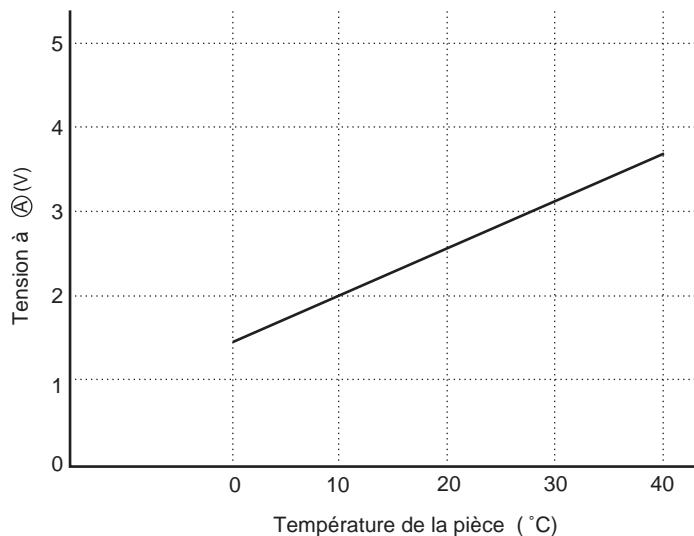

Fig. 5-2
- La tension à \textcircled{A} dépend de la température de la pièce comme représenté sur la Fig. 5-2.